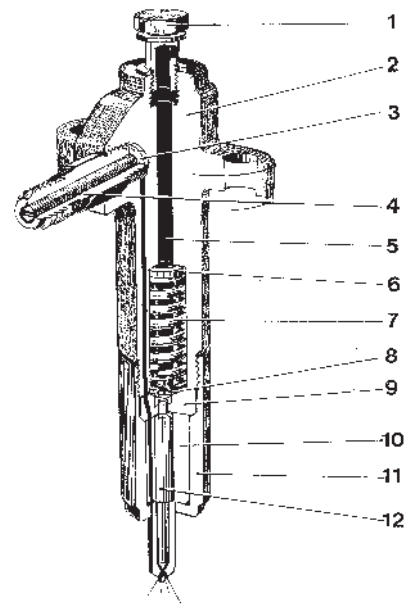

Fig. 94 Injecteur Bosch KBAL
Lorsque la pression de carburant atteint une certaine valeur (pression d'ouverture) l'aiguille d'injecteur (12, figure 94) maintenue contre son siège par la pression du ressort (7) se déplace et du carburant pulvérisé est injecté dans le moteur à partir de quatre trous calibrés avec précision dans la douille d'injecteur.